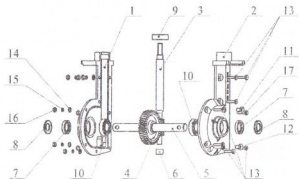

Рисунок 2 – Устройство редуктора.
На левой половине редуктора 2 (рисунок 2) имеются 2 отверстия: верхнее – для залива масла в редуктор, нижнее – для слива масла из редуктора. Закрываются отверстия болтами 11 и 12.
5.5.2 Отверните болт 11 (рисунок 2) и проверьте уровень масла. Оно должно находиться на уровне нижней кромки отверстия. Долейте, если уровень масла ниже.